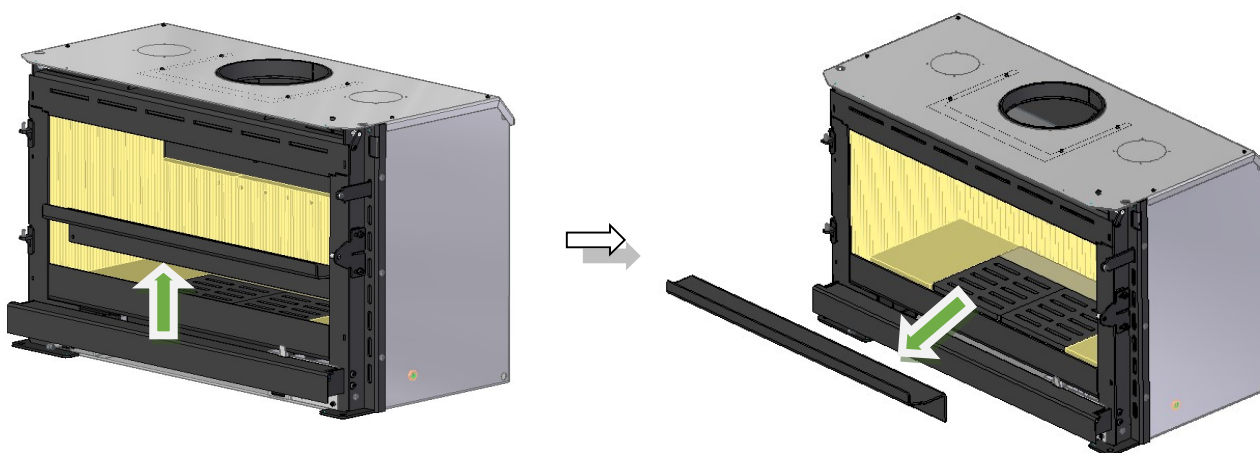

Figure 39 – Retirer le déflecteur de cendres
1. Retirez le déflecteur de cendres en le déplaçant vers le haut, Figure 39.